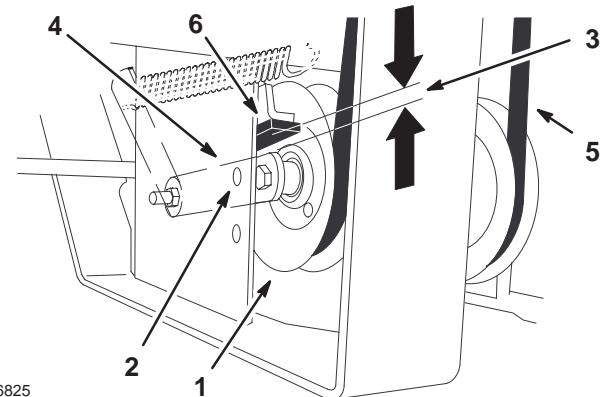

Figure 71
- Contrôlez la distance entre la butée en caoutchouc et le bras de la poulie de tension à ressort quand la plaque de la poulie est tendue. On doit obtenir une distance de 0 à 6 mm (0 à 1/4 pouce) à partir de la butée (Fig. 71).